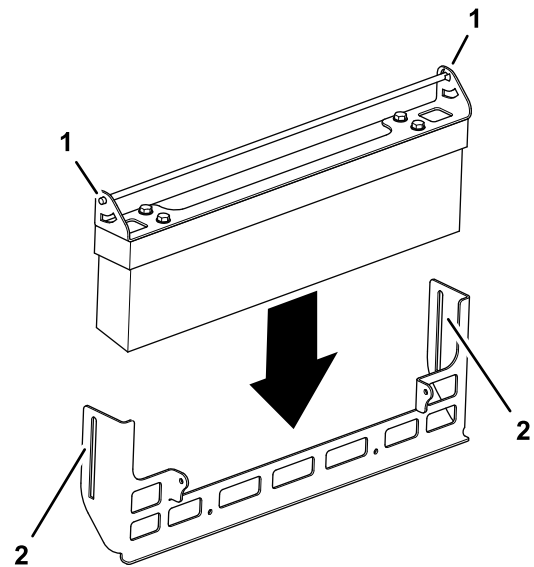

Рисунок 2
1. Установите щетку и кронштейн регулировки щетки на крепление щетки, как показано на Рисунок 2.